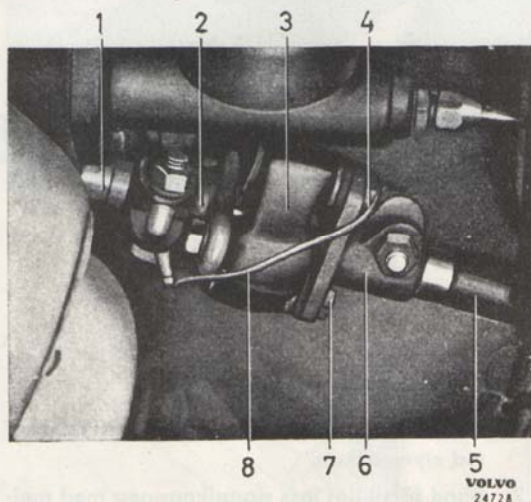

Bild 32. Rattaxelkoppling, P 1800.
2. Lossa stomledningen (8, bild 32) och de två muttrarna (4 och 7).
2. Montera medbringaren till kopplingskivan, se bild 32. Glöm ej stomledningen.